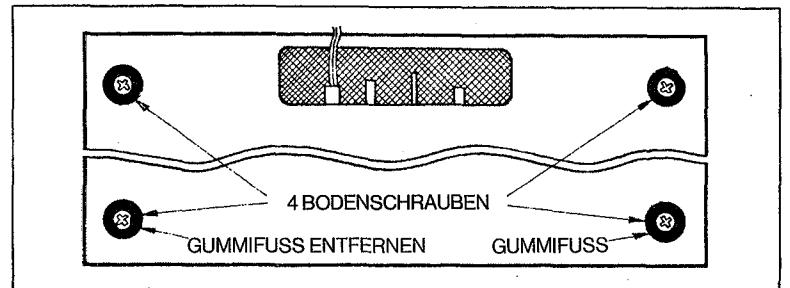
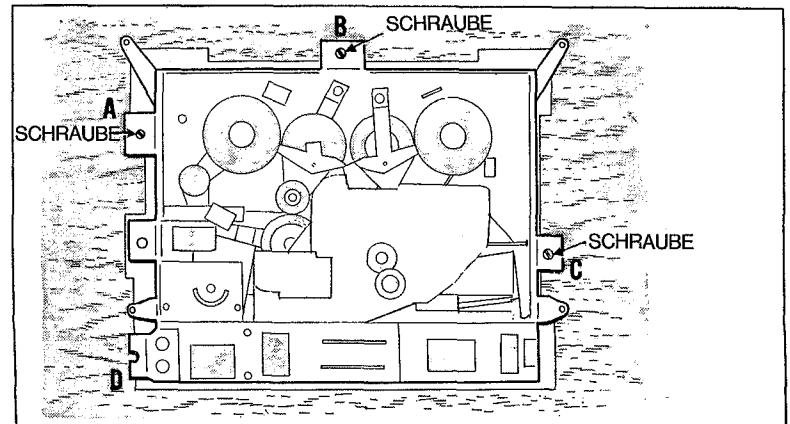

Abb.14 Abschrauben des Gehäuses
Abb.15 Festschrauben des Chassis
- (3) Das Tonbandgerät wird umgedreht und die 4 Bodenschrauben entfernt, wie Abb. 14 zeigt.
- (4) Nun hebt man das Gehäuse vorsichtig ab.
- (5) Die Metallaschen A-B-C-D (siehe Abb. 15) werden nun sichtbar. Sie sind mit je zwei Schrauben am Chassis befestigt. Diese Schrauben werden gelockert, die jeweilige Lasche ganz nach unten gedrückt und die Schrauben wieder festgezogen. Das Chassis ist jetzt einbaufertig.
- (6) Das Tonbandchassis wird in den nach (1) hergestellten Ausschnitt geschoben und - wie Abb. 15 zeigt - mit drei 4 x 13,5 mm Kreuzschlitzrundkopfschrauben und entsprechenden Unterlegscheiben befestigt. Eine Befestigung der Lasche D ist nicht erforderlich.
- (7) Die Deckplatte kann nun aufgesetzt und festgeschraubt werden.